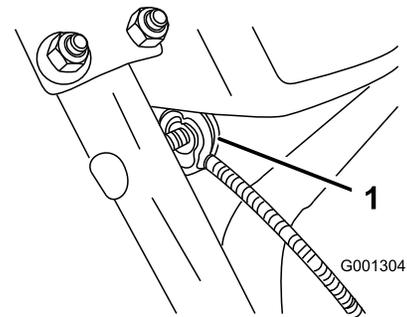

Bild 6
2. Nehmen Sie die Mutter und die Scheibe vom Holm ab. Befestigen Sie die Kabelklemme am Kabel am Holm, setzen Sie die Scheibe und Mutter auf, und ziehen Sie die Mutter mit der Hand fest (Bild 6).